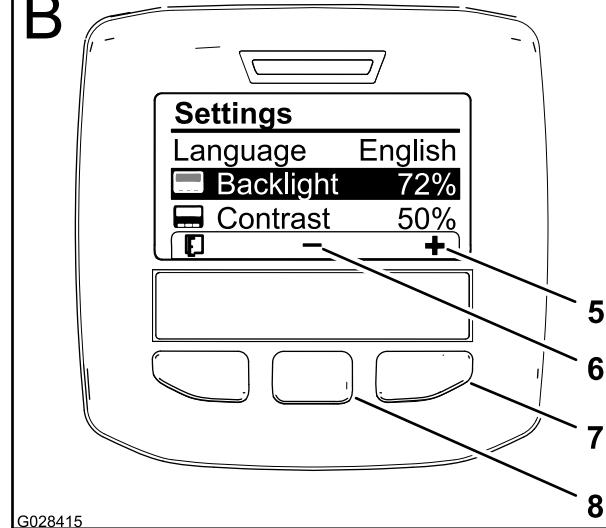

図 64
2. 表示に使用する言語を変更するには、中央ボタン画面上で下向きの矢印で示されているボタンを押し、画面を下にスクロールして Language という選択肢を出す図 64。
3. 右ボタンを押すと数値の変更ができるようになる図 64。
4. 中央ボタンと右ボタンとを使って表示画面の明るさを調整する (図 64)。
5. 左ボタン終了アイコンの下にあるボタンを押すと、選択中の項目が記憶され、設定メニューを終了し、メインメニューへ戻る図 64。
選択肢を出す図 64。
る図 64。
し、メインメニューへ戻る図 64。
メニューへ戻る図 62 と 図 64。
10. 左ボタンを押すとホーム画面に戻る図 64。